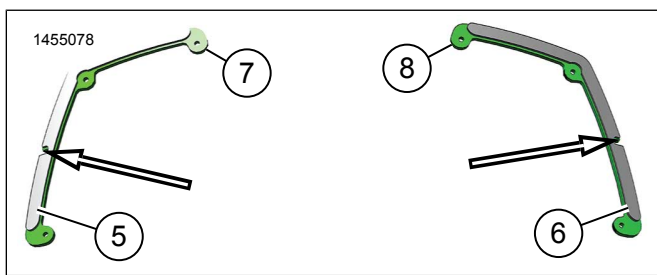

Figure 9.
8. Voir la Figure 9. Vérifier que les coussinets de fixation sont en place autour des onglets d'alignement.